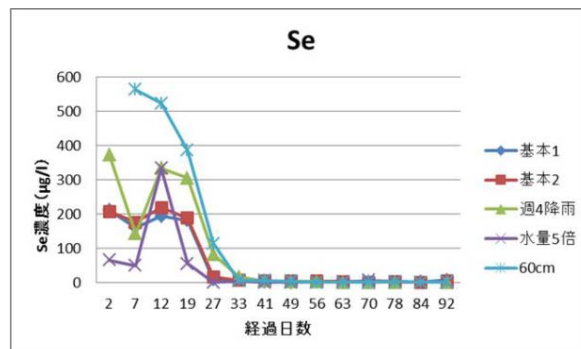

図2 降水日数とセレン流出濃度の関係
- 純水を流し始めてから、すべての元素で流出濃度が全体的に高くなり、その後排出される濃度が低下して環境基準を下回る結果となった。図2にSeの例を示す。